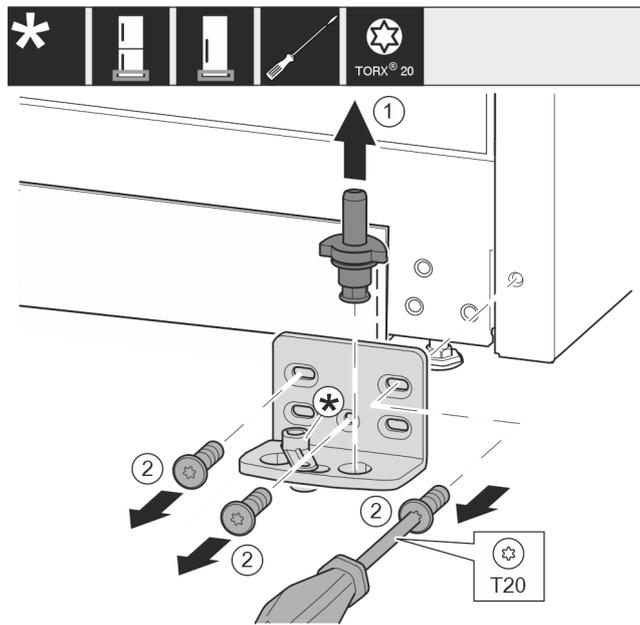

Fig. 10
- ▶ Sortir complètement l'axe de palier par le haut. *Fig. 10 (1)*
- ▶ Desserrer les vis avec le tournevis T20 et enlever le support de palier. *Fig. 10 (2)*